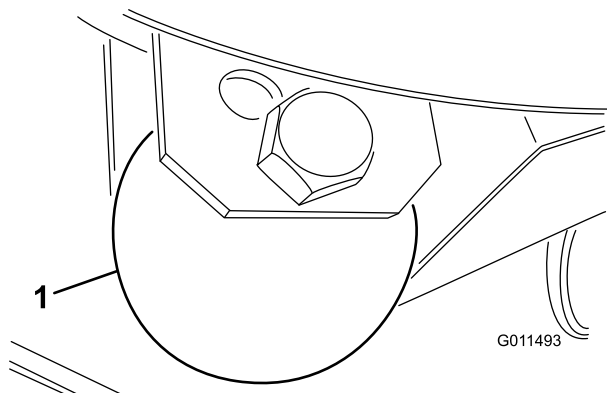

Figure 27
1. Enlevez le boulon et l'écrou qui fixent la roue de jauge aux supports du plateau de coupe (Figure 27).